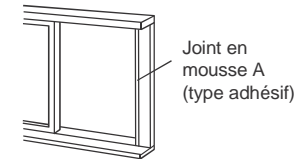

Fig 12
1. Couper le joint en mousse (type adhésif) à la bonne longueur et le joindre au rebord de la fenêtre. Fig.12